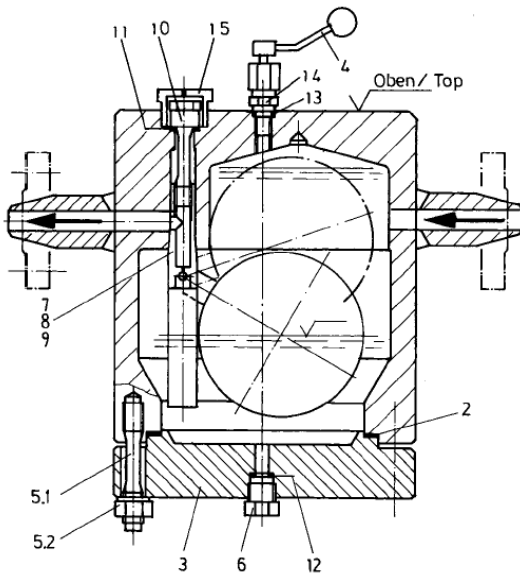

Bild 1: 1401-1550
- Einbaulage: Gemäß Bild 1 und 2, d.h. mit Deckel (3) nach unten.